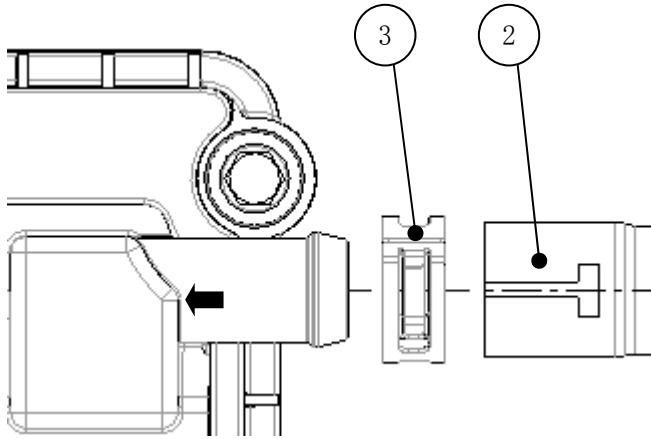
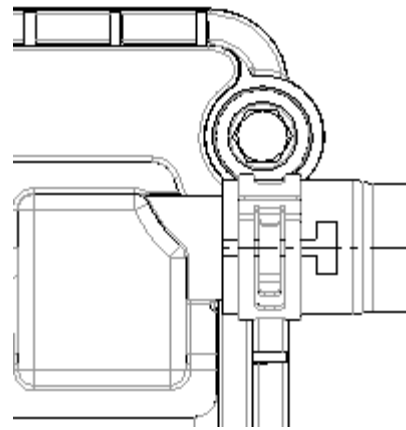

图 H-1 装配示意图
图 H-2 装配后示意图
1). 软管-进气歧管②装配到气门室罩盖上，如图 H-1 所示把卡箍③套在软管②上，然后把软管②插入到气门室罩盖接头上，注意调整软管②使 T 型标识对准箭头所示罩盖单向阀盖三角形顶角边缘，把卡箍①移动到 T 型标识中间位置卡紧，装配后状态见图 H-2。